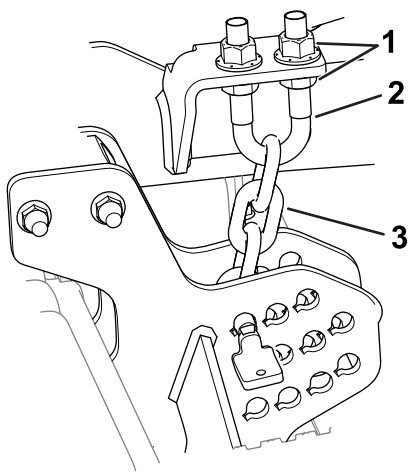

図 7
- 刈高チェーンのUボルトの下側についているジャムナットをゆるめる 図 7。
7. ブレード後端の高さが前端よりも 6-10 mm 高くなるように、ナット 図 7 でカッティングユニット後部の高さを調整する。